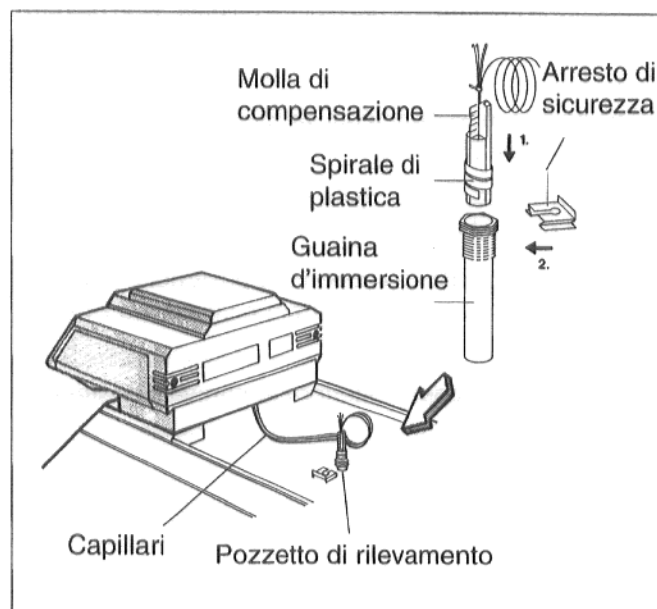

Fig. 18
- Condurre i capillari (Fig. 18) delle sonde termiche e, con regolazione "Ecomatic", il cavo della sonda termica dell'acqua caldaia, sulla protezione antitermica del blocco caldaia fino al pozzetto di rilevamento.
- Inserire a fondo la sonda termica nella guaina di immersione. La spirale di plastica viene espulsa automaticamente. La molla di compensazione deve venire inserita nella guaina (Fig. 18).
- Inserire l'arresto di sicurezza (volume di fornitura apparecchio di regolazione) sulla testa della guaina premendo dall'alto o dal lato (Fig. 18).